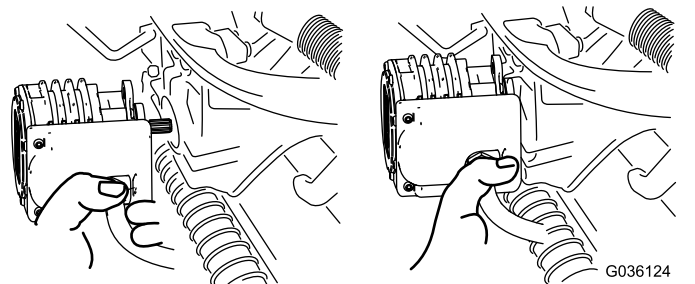

Figura 55
4. Mova o motor para o local de armazenamento na frente do braço de suspensão (Figura 55).